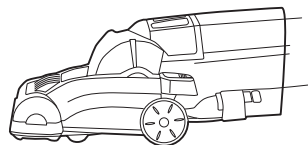

Fig. 4
4. Posición baja: para limpiar debajo de los muebles (Fig. 4).